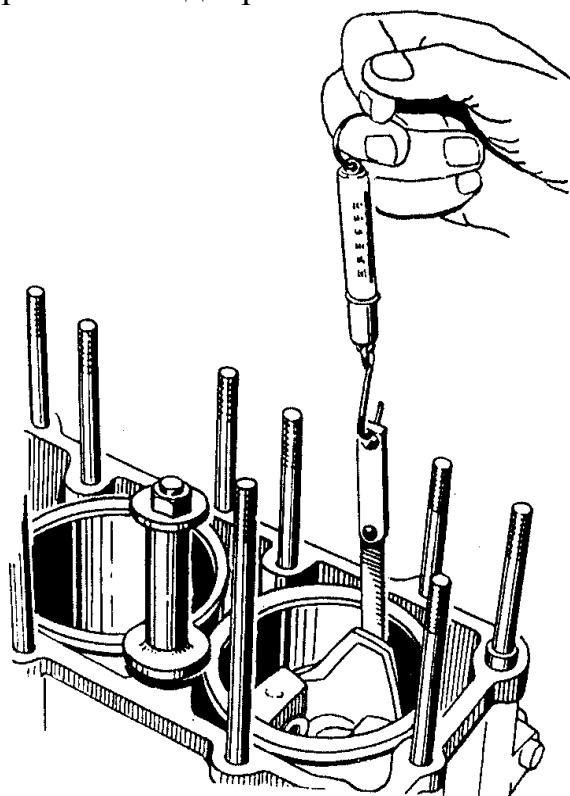

Рис.56. Подбор поршней к цилиндрам
2. Замерить усилие протягивания ленты-щупа толщиной 0,05 мм и шириной 10 мм между поршнем и гильзой, опущенного на глубину 65 мм между гильзой цилиндров и вставленным в неё в перевернутом положении поршнем (рис.56). Нижний край юбки поршня должен совпадать с верхним торцом гильзы цилиндров. Ленту – щуп размещать в плоскости, перпендикулярной оси поршневого пальца, т.е. по наибольшему диаметру поршня (для поршней с разрезной юбкой со стороны, противоположной разрезу). Величину усилия определять по динамометру, соединенному со щупом. Усилие при протягивании ленты-щупа должно быть 30...40 Н (3...4 кгс) для новых гильз и поршней. Для гильз и поршней бывших в употреблении усилие должно быть не менее 20 Н (2 кгс).